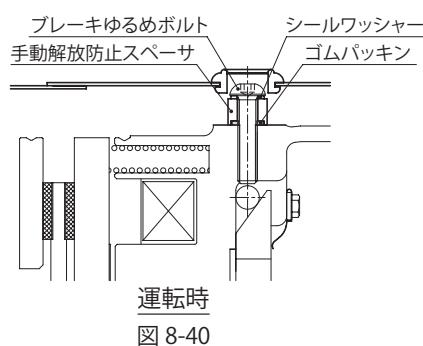

図 8-40
- (2) ブレーキを解放した後、再び元の状態に復帰させる場合は、安全のため(1)で取り外した手動解放防止用スペーザとゴムパッキン③を元どおりに取り付け、ブレーキゆるめボルト②をしっかりと締めてください。(図 8-40 参照)